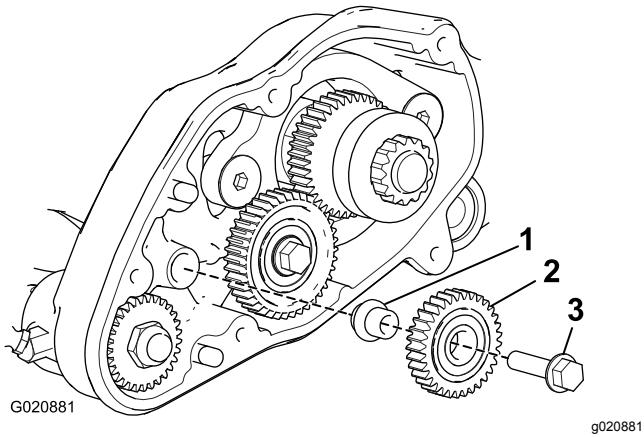

Figura 13
3. Rimuovete il gruppo ingranaggio centrale, conservando l'ingranaggio ed eliminando boccola e bullone (Figura 13).